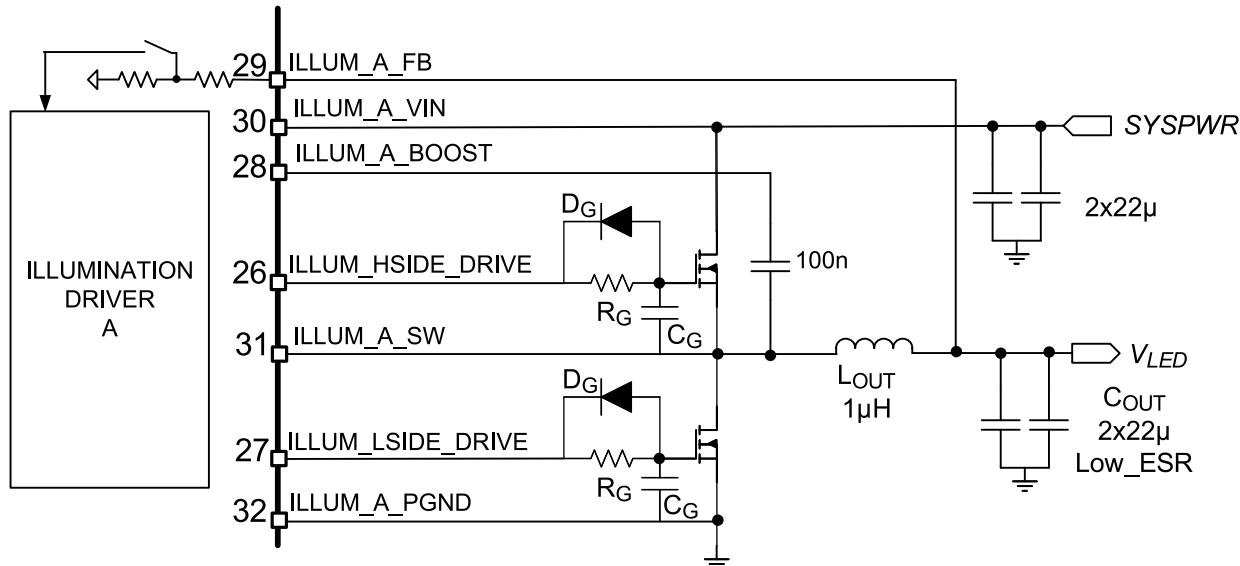

図 6-4. 一般的な照明ドライバ構成
DLPA3085 の照明ドライバは、2 つの外付け低抵抗 N チャネル FET を駆動するための降圧コントローラです（図 6-4）。降圧コンバータの動作原理は、アプリケーションノート『スイッチモード電源の降圧電力段について』(SLVA057) で説明しています。適切に動作させるには、外付け部品、特にインダクタ  $L_{OUT}$  および出力コンデンサ  $C_{OUT}$  の選択が非常に重要です。最高の効率とリップル性能を得るには、等価直列抵抗 (ESR) が小さいインダクタとコンデンサを選択します。コンデンサの電圧定格は、アプリケーションでコンデンサの両端に印加される電圧の 2 倍以上に設定します。
図 6-10 に、12V の入力電圧に対する照明ドライバとパワー FET の効率の概要を示します。外部コンポーネント (図 6-4): ハイサイド FET (L) CDS17506Q5A、ローサイド FET (M) CDS17501Q5A、 $L_{OUT} = 2 \times 2.2\mu H$  並列、 $C_{OUT} = 88\mu F$ 。いくつかの出力電圧レベル ( $V_{LED}$ ) について、出力電流と効率との関係を示します。